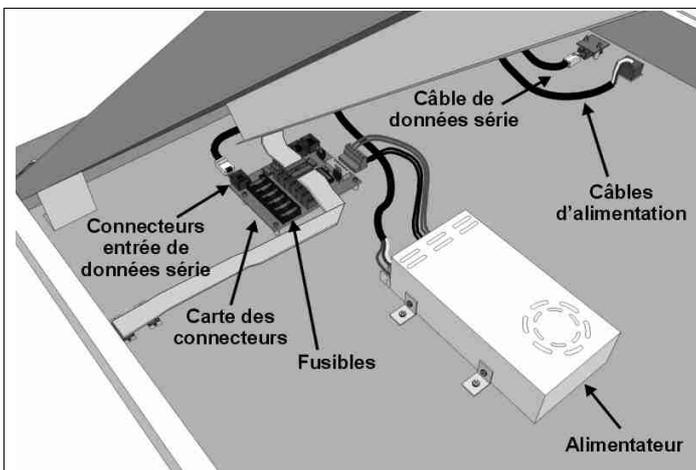
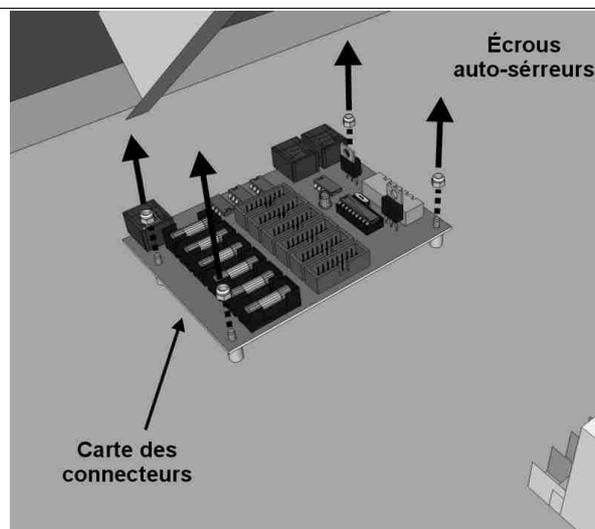

Fig. 18: Remplacement de la carte des connecteurs
Fig. 19: Fixation de la carte des connecteurs
- b) connectez la Console de commande directement au connecteur de données série de la carte des connecteurs (Fig. 18) avec un câble série fonctionnant correctement et alimentez le tableau;
- c) repérez la carte des connecteurs dans le module supérieur du tableau (Fig. 18) et cherchez le fusible (Fig. 19) près du connecteur où est branché le câble plat 16 contacts de la carte de commande précédente. Remplacez le fusible s'il est grillé; dans le cas contraire, remplacez la carte des connecteurs (chapitre 7.4).
2. Repérez la carte des connecteurs (Fig. 18); ôtez tous les connecteurs en notant leur position.
3. Avec une clé de 5,5 mm, dévissez les quatre écrous de serrage de la carte des connecteurs (Fig. 19), ôtez-la de son logement et installez la nouvelle carte.